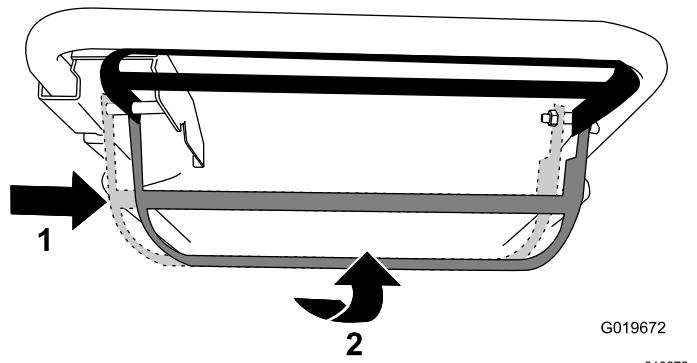

Figure 18
- **Pour utiliser l'autopropulsion et engager la lame :** Déplacez la barre de commande de la lame complètement à droite et relevez-la contre le guidon (Figure 18).